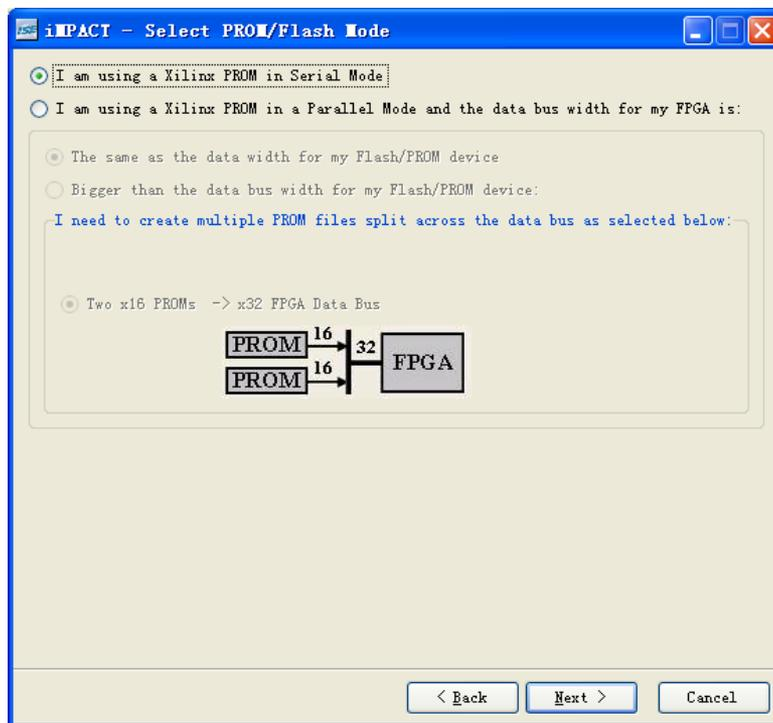

图40 PROM芯片配置模式选择界面
- (3) 单击“Next”按钮，进入PROM模式配置界面，如图40所示，支持单片串行、并行以及多片PROM的级联配置，这里选择串行，因为XCF04S只支持串行配置。